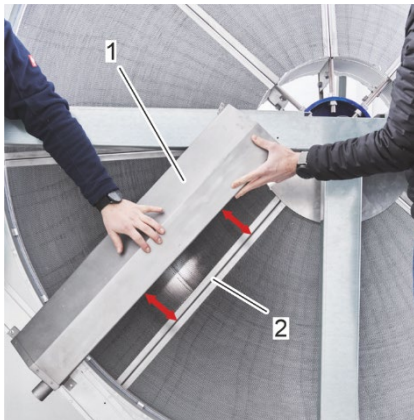
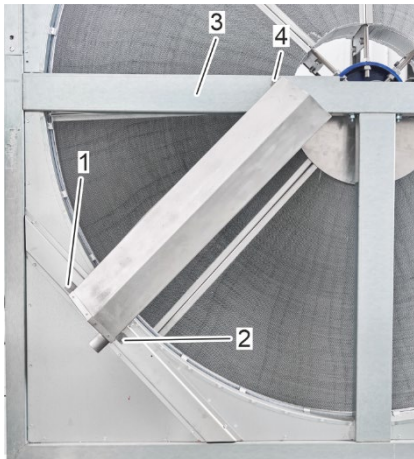

Figura 52: Comprobar que la bandeja de recogida está paralela
Figura 54: Taladrar los agujeros para la bandeja de recogida
5. Antes de fijar la bandeja de goteo (Figura 52/1), compruebe que esta (Figura 52/1) esté paralela al segmento del rotor (Figura 52/2) y ajústela si es necesario.
Es recomendable fijar la bandeja de recogida (Figura 52/1) con abrazaderas adecuadas al travesaño (Figura 54/3) y al travesaño (Figura 53/1) del marco del rotor antes de atornillarla, para evitar que se desplace mientras la atornillamos.
6. Fije la bandeja de recogida (Figura 53/3) con tornillos autorroscantes (Figura 53/2) al travesaño (Figura 53/1) y al travesaño (Figura 54/3) del marco del rotor en los agujeros existentes (Figura 54/1,2,4).